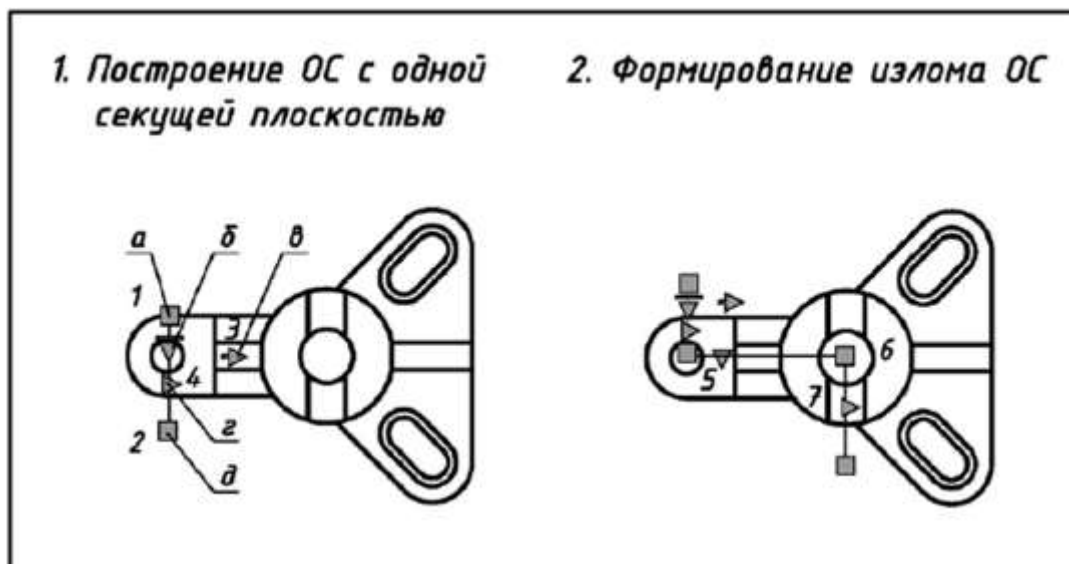

Рис. 2.30. Формирование сложного ступенчатого разреза детали командой SECTIONPLANE (СЕКПЛОСКОСТЬ)
Способ 2. Более простой и надежный способ формирования ОС: сначала создается одна секущая плоскость, а затем формируется сам излом путем построения двух или нескольких параллельных плоскостей (рис. 2.30).
sectionplane / опция Draw section (Вычертить сечение) / указывается точка 1 с привязкой **Quadrant** (Квадрант)), в режиме **ORTHO** указывается точка 2 / указывается точка 3 как направление разреза / - создан ОС с одной секущей плоскостью (рис. 2.30).
- 1) указывается треугольная ручка **5** (она должна стать красного цвета) и с привязкой **Сен** (Центр) указывается точка **6** - второй сегмент секущей плоскости установится как на рис. 2.30;
- 2) указывается треугольная ручка **7** (она должна стать красного цвета) и с привязкой **Сен** (Центр) указывается точка **6** - третий сегмент секущей плоскости установится как на рис. 2.30.